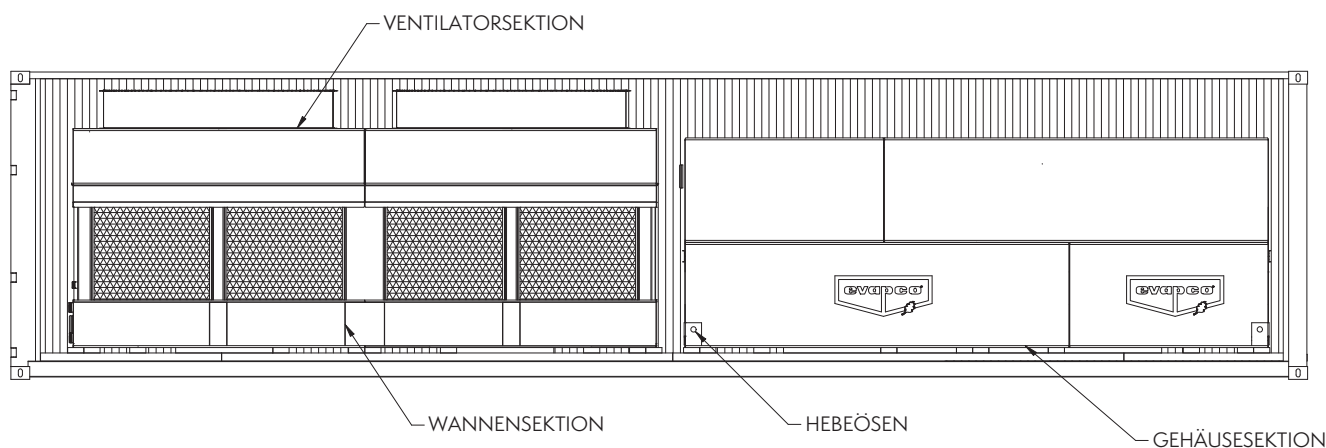

Abb. 11 – Versand mittels 40' HC-Container
* HC steht für „High Cube“. High-Cube-Container sind um 30 cm höher, so dass es möglich ist, einen Standard-Ventilatorzylinder an der Ventilatorsektion montiert zu versenden (siehe Abb. 11 als Beispiel für einen High-Cube-Container).
Nachstehende Abb. 11 zeigt ein Beispiel für den Versand eines 7' x 18' großen Aggregates in einem 40' großen HC-Container. Der HC-Container bietet den Vorteil, dass der Ventilatorzylinder an der Ventilatorsektion montiert verschickt werden kann. In einem solchen Fall wird die Ventilatorsektion lose mit der Wannensektion verschraubt.